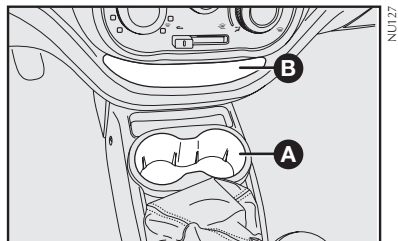

fig. 67
## PORTAVASOS - fig. 67
En la consola central hay dos compartimientos para poner, con el vehículo parado, vasos o latas de bebidas **A-fig. 67**. No coloque objetos cuya altura pueda interferir en la palanca de cambios (por ejemplo, botellas de agua).
- en la parte central del tablero **B-fig. 67**;